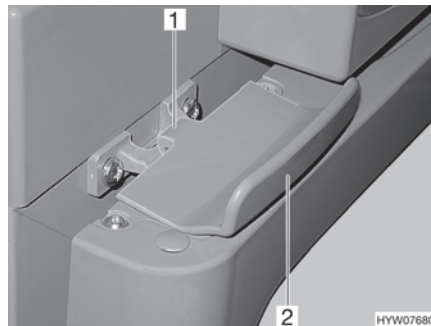

Fig. 129 Bloqueo de la puerta del frigorífico, cerrado (Thetford)
- Abrir:** ■ Abrir la puerta del frigorífico con el tirador (Fig. 129,2). El bloqueo (Fig. 129,1) se abre automáticamente.